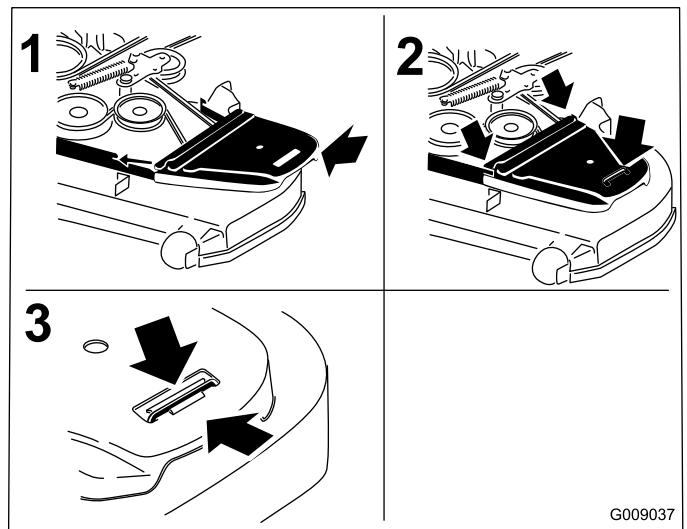

Figura 74
- Instale las cubiertas de la correa (Figura 74).